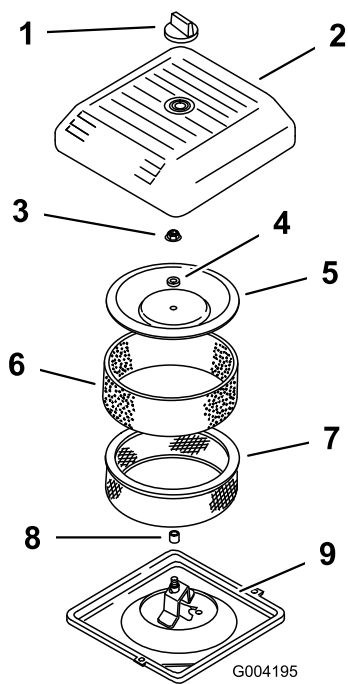

Bild 155
3. Schrauben Sie das Handrad ab und entfernen Sie die Luftfilterabdeckung (Bild 155).
- Schieben Sie den Schaumvorfilter vorsichtig vom Papiereinsatz herunter (Bild 155).
- Schrauben Sie die Abdeckungsmutter ab und nehmen Sie die Abdeckung und den Papiereinsatz ab (Bild 155).